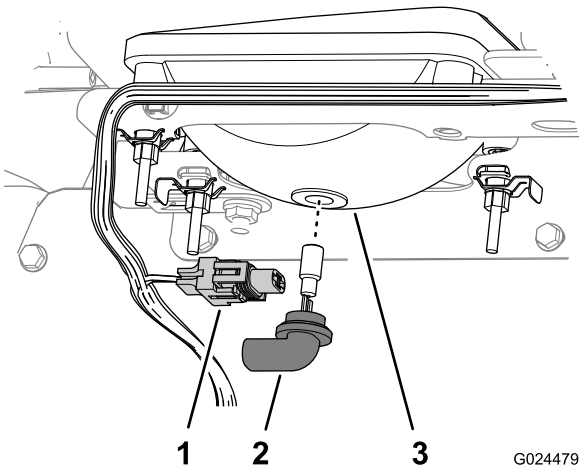

Figura 40
- 3. Desconecte el conector eléctrico del arnés de cables del conector de la lámpara, en la parte trasera de la carcasa del faro (Figura 40).
- 4. Retire el conjunto de la lámpara girándola 1/4 de vuelta en sentido antihorario y desplazándola hacia atrás (Figura 40).
5. Instale el conjunto de lámpara nueva y la carcasa del faro y alinee las pestañas del conjunto de la lámpara con las ranuras de la carcasa del faro (Figura 40).
6. Sujete el conjunto de la lámpara girándola 1/4 de vuelta en sentido antihorario (Figura 40).
7. Conecte el conector eléctrico del arnés de cables al conector del conjunto de la lámpara nueva (Figura 40).